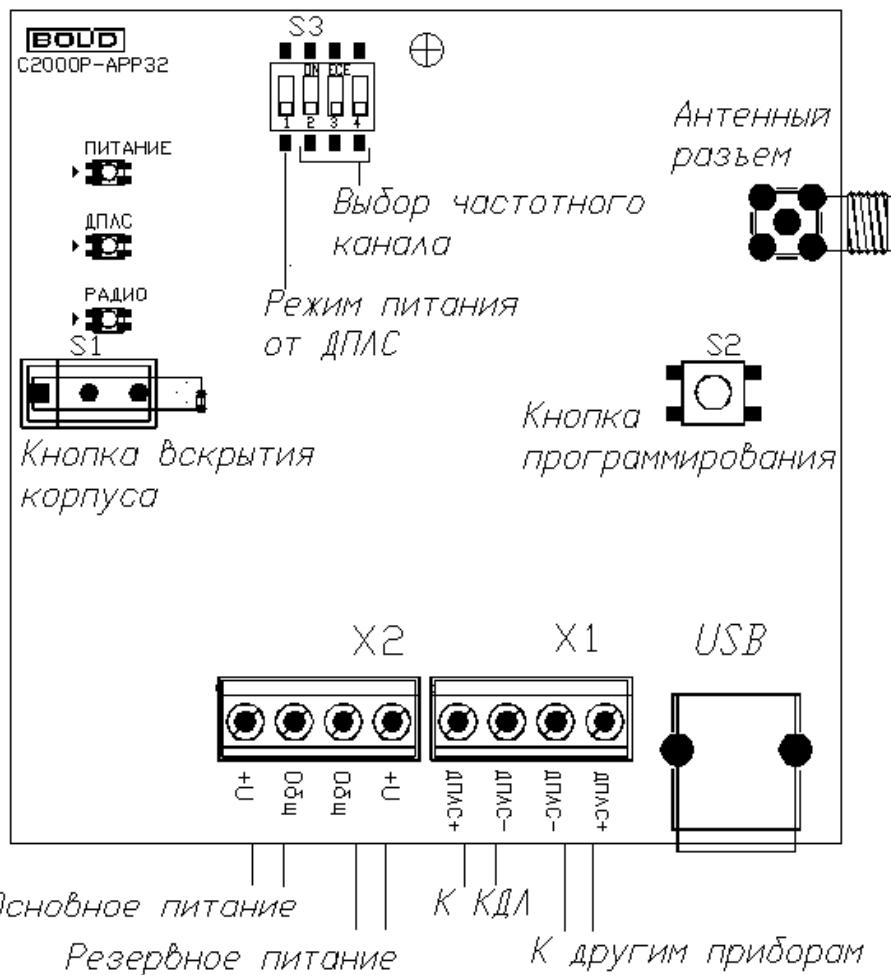

Рисунок 4.1 «C2000P-APP32»
Существует два режима питания APP32, выбор режима осуществляется посредством переключателя S3.1 (см. Рисунок 4.1):
В режиме питания от внешних источников, подключаемых к клеммам X2 (см. Рисунок 4.1), при штатной работе системы отсутствует потребление из сети ДПЛС. В данном режиме APP32 контролирует напряжение внешних источников питания, которое должно находиться в диапазоне от 9 до 28 В.
APP32 имеет три двухцветных светодиодных индикатора (см. Рисунок 4.1):
2. Подключите antennу, входящую в состав прибора, к антенному РЧ разъему на плате (см. Рисунок 4.1);
Выбор РЧ канала осуществляется посредством переключателей S3.2—S3.4 (см. Рисунок 4.1). После выбора канала, APP32 и все подключённые к нему РУ переходят на выбранный канал в течение 90 с.